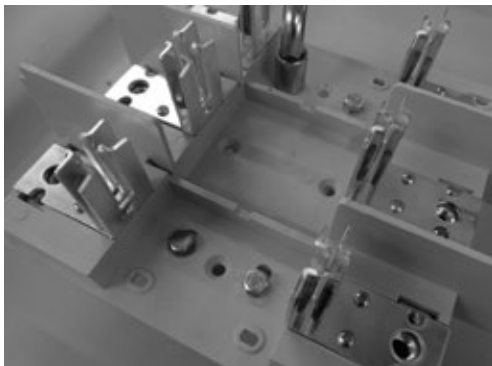

Figura 10
- Fije las seccionadoras con tornillos 4 x M8 (Figura 10).